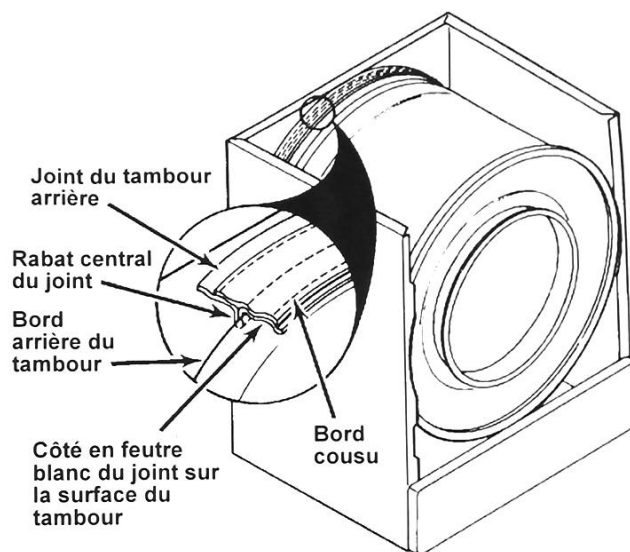

Figure 1
4. Poser le joint neuf, le bord cousu étant orienté vers l'avant du tambour. Voir la Figure 1.
NOTA : S'assurer que le côté en feutre blanc du joint repose bien sur la surface du tambour. Voir la Figure 1.